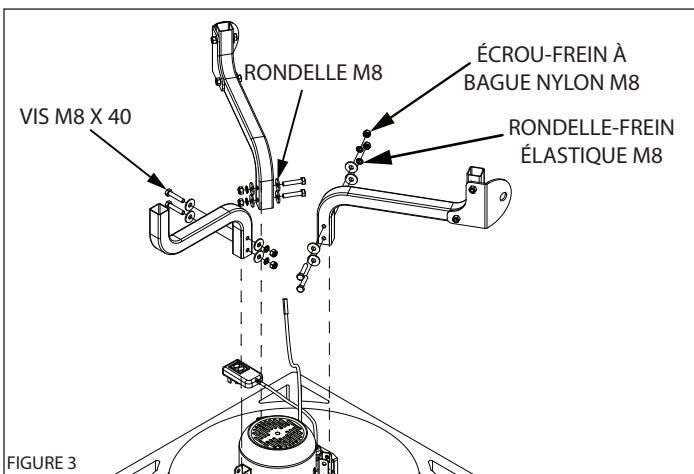

FIGURE 3
5. Monter les pieds sur l'ensemble motoréducteur et bac à plumes. (**VOIR FIGURE 3**)
REMARQUE : Chaque pied est unique et non interchangeable. Les longs pieds comportent des supports d'axe de roue et doivent être montés de telle façon que les supports d'axe soient parallèles l'un à l'autre. (VOIR FIGURE 3)